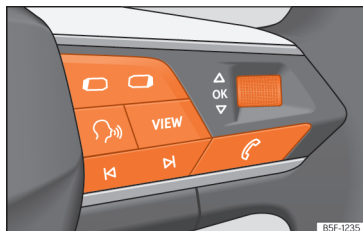

Abb. 12 Rechte Seite des Multifunktionslenkrads: Bedienelemente für die Menüs und Informationsanzeigen im Kombi-Instrument (modellabhängig).
Solange eine Warnung der Priorität 1 vorliegt, ››› S. 23, kann auf kein Menü zugegriffen werden. Einige Warnmeldungen können über die Taste **OK** am Multifunktionslenkrad bestätigt und ausgeblendet werden ››› [Abb. 12].
- Falls eine Meldung oder das Fahrzeug-Piktogramm angezeigt wird, drücken Sie die Taste **OK** ››› [Abb. 12]; ggf. mehrere Male.